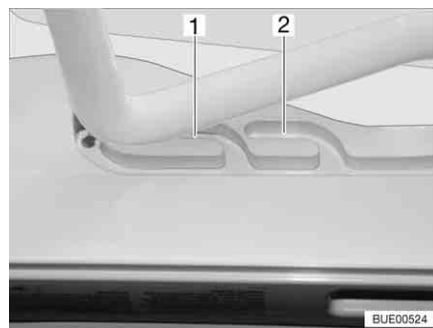
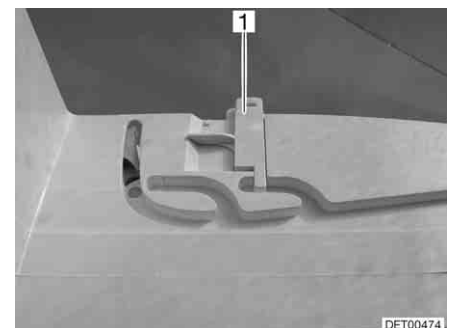

Fig. 92 Lanterneau Heki en position de ventilation
Fig. 93 Verrouillage position de ventilation
Il est possible d'amener le lanterneau Heki en deux positions de ventilation : Position pour mauvais temps (Fig. 92,1) et position intermédiaire (Fig. 92,2). Selon l'équipement, il est possible de verrouiller le lanterneau en position intermédiaire avec les deux verrous (Fig. 93,1) à gauche et à droite du cadre du lanterneau.
- Pousser légèrement l'étrier vers le haut, le pousser dans la glissière choisie (Fig. 92,1 ou 2) et le verrouiller si nécessaire.